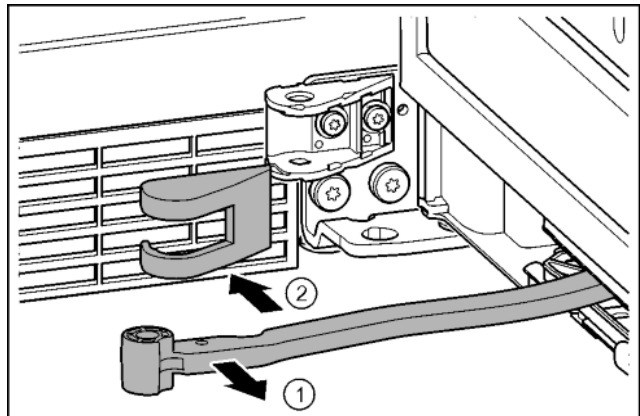

Fig. 15
- ▶ Gelenk in Richtung Tür drehen. Fig. 15 (1)
- ▶ Lagerbockabdeckung entfernen. Fig. 15 (2)